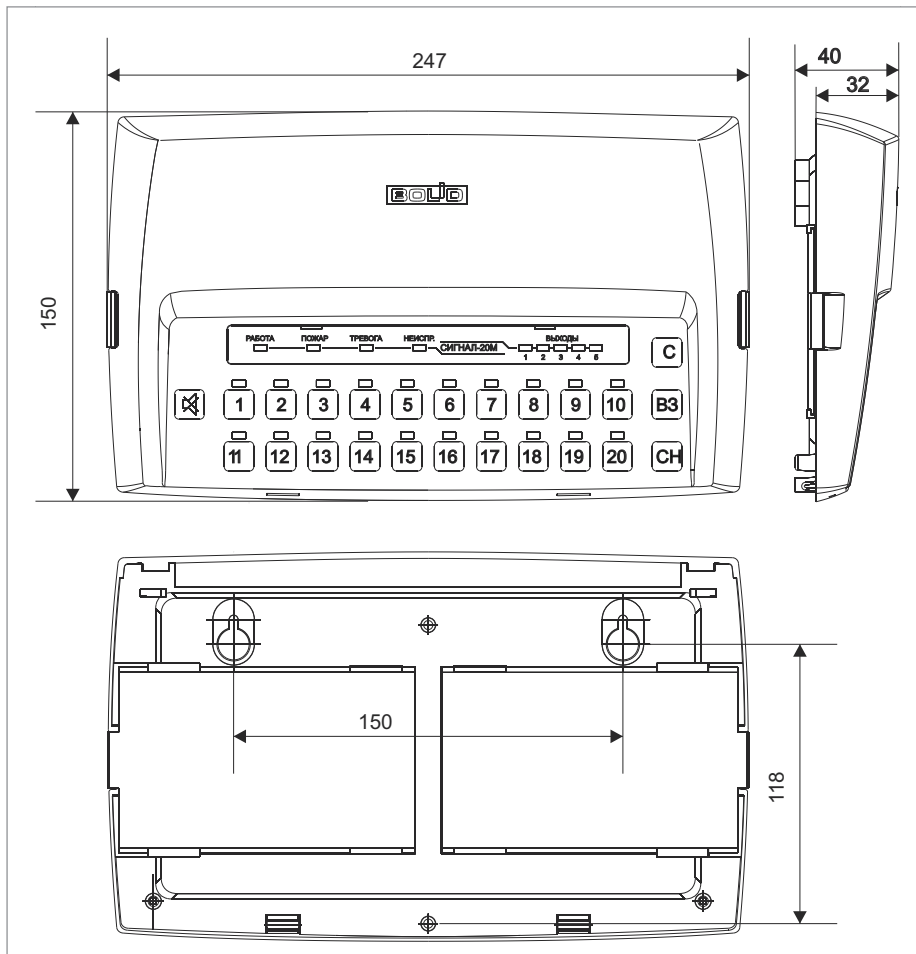

Рисунок 12. Внешний вид и габаритные размеры прибора «Сигнал-20М»
1.1. Наметьте на стене места для трех установочных отверстий в соответствии с габаритным чертежом (см. рис. 12 – 14).